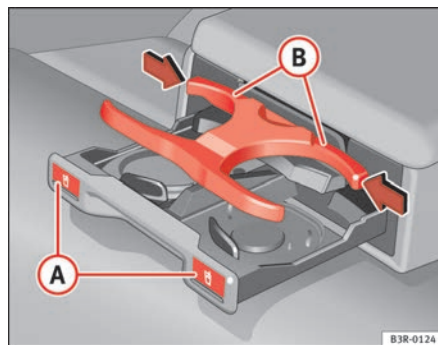

Fig. 124 Portabicchieri nel bracciolo centrale posteriore
- Premere sul simbolo  (A) ⇒ fig. 124.